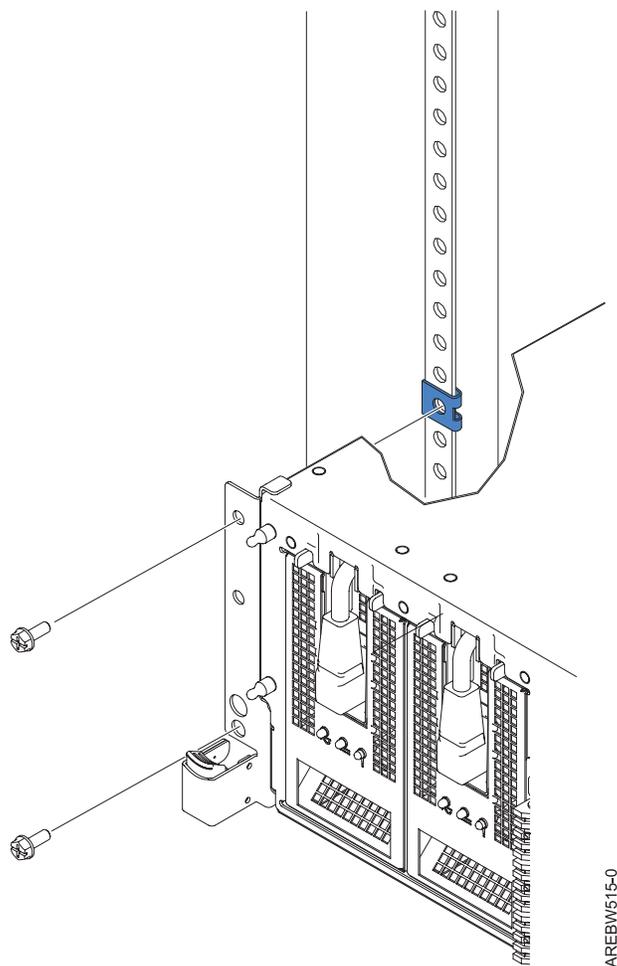

Figure 30. Fixez fermement le système à l'armoire par le biais des taquets de l'armoire
12. Installez et positionnez les fixe-écrous (représentés en bleu) avant d'insérer les vis. Utilisez les vis de fixation pour fixer le système à l'armoire, comme indiqué dans la figure 30, à la page 38.